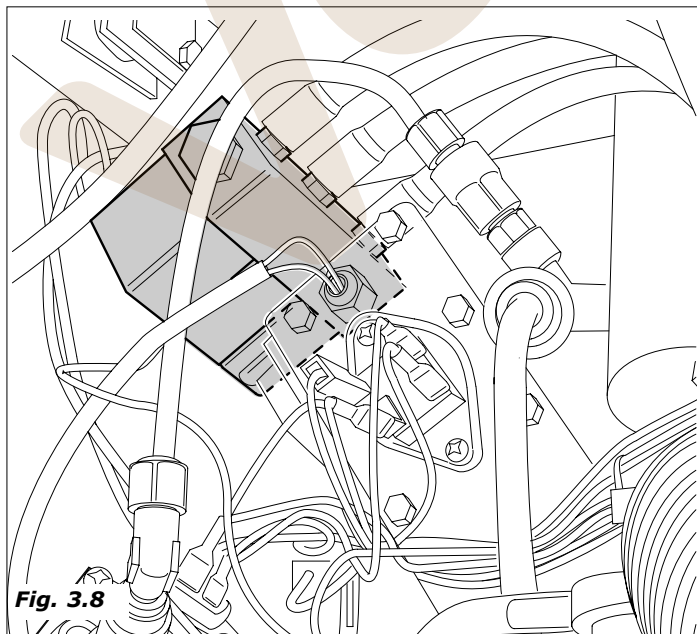

Fig. 3.8
- Se activa la electroválvula fijada sobre la caldera de café para introducir la cantidad de agua programada en la batidora (Fig. 3.8);